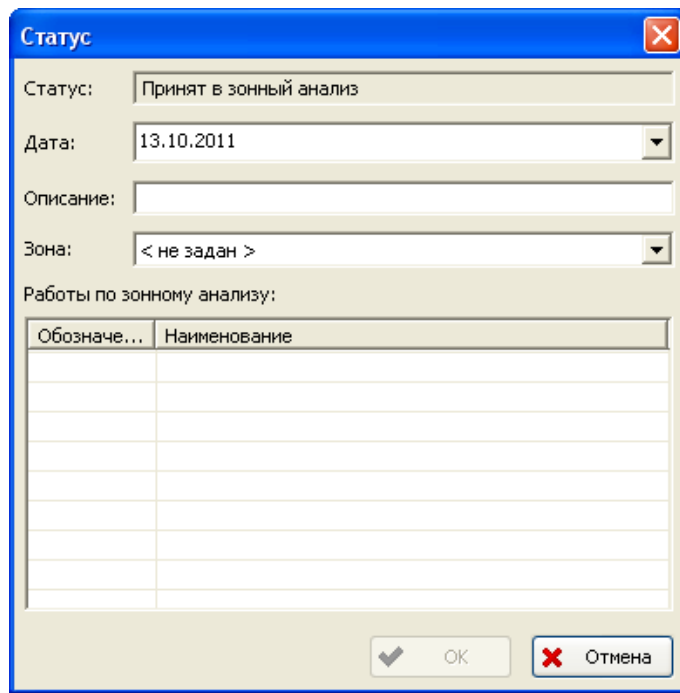

Рис. 3-107
4. В появившемся окне **Статус** введите следующие данные (рис. 3-107):